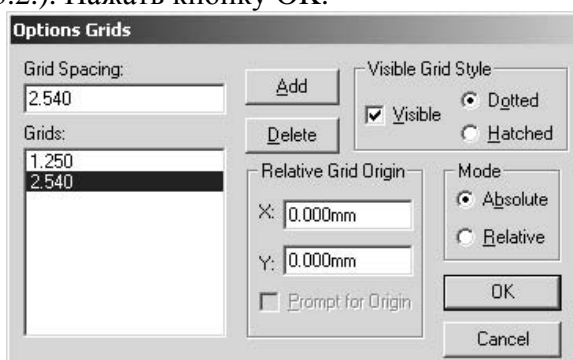

Рис. 3.3.2
2). Выполнить команды **Options/Grids**. Появится одноименное диалоговое окно **Options Grids**. В этом окне установить новую сетку графического редактора с шагом, равным 1,25 мм. (для этого в области Grid Spacing набрать на клавиатуре 1.25 и нажать кнопку Add) (рис. 3.3.2.). Нажать кнопку ОК.